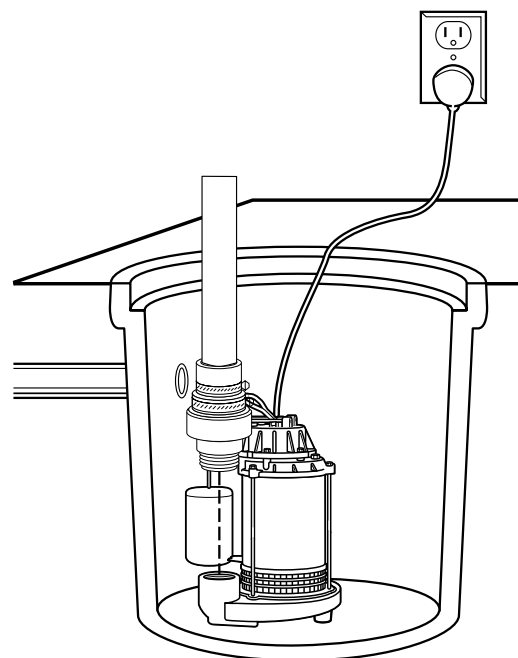

Figure 2 – L'installation de la pompe submersible
1. Construisez une fosse de puisard en béton, acier ou plastique d'une profondeur de 24 po (60,96 cm) et d'au moins 11 po (27,94 cm) de diamètre (Figure 2, page suivante). S'il y a déjà un puisard, assurez-vous qu'il soit de la bonne taille.
2. Assurez-vous que la prise électrique soit à la terre, de calibre de 115 volts, d'au moins 15A et protégée par un disjoncteur différentiel. (DD).